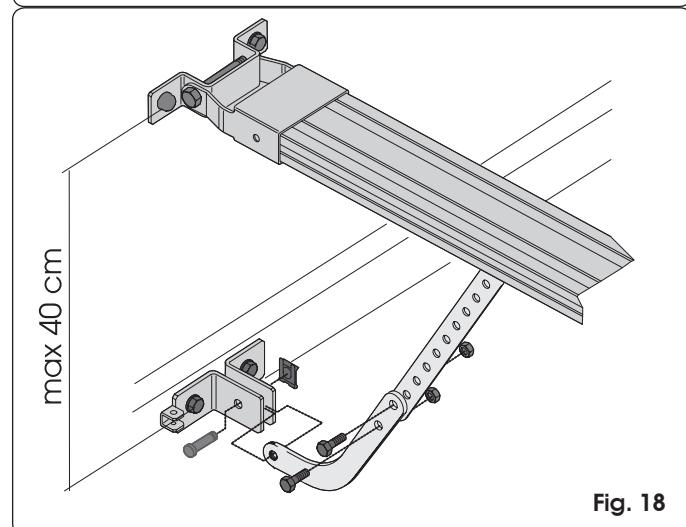

Fig. 18
- Si l'on utilise le bras courbe pour portes sectionnelles (en option) réaliser l'assemblage avec le bras droit du chariot d'après la Fig. 18. Pour améliorer l'efficience du système anti-érassement, on conseille de fixer la patte d'attache sur la porte sectionnelle le plus bas possible, mais sans dépasser la distance de 40 cm à partir de la patte d'attache antérieure de l'opérateur